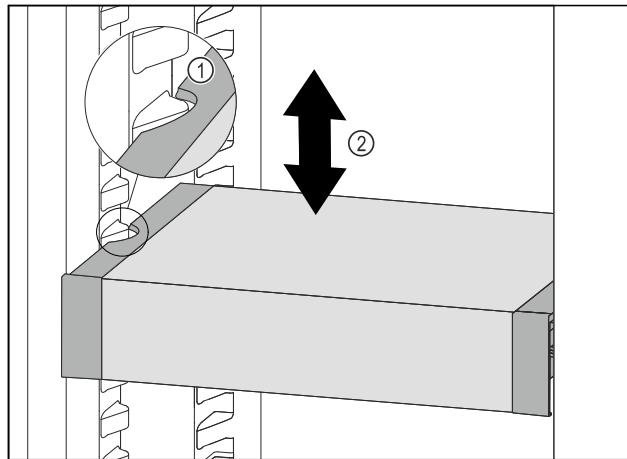

Fig. 83
- ▶ Изтеглете VarioSafe напред, докато страничните прорези на VarioSafe се намират на височината на реброто на съда в хладилната част. Fig. 83 (1)
- ▶ Преместете VarioSafe нагоре или надолу в хладилната част, докато се достигне желаната височина. Fig. 83 (2)